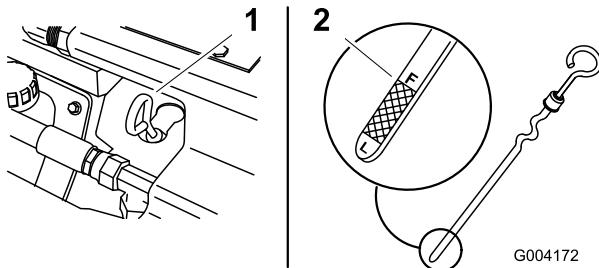

Figura 15
4. Limpie alrededor de la varilla de aceite (Figura 15).
5. Retire la varilla y limpíe el extremo metálico (Figura 15).
6. Introduzca la varilla a fondo en el tubo de la varilla (Figura 15).